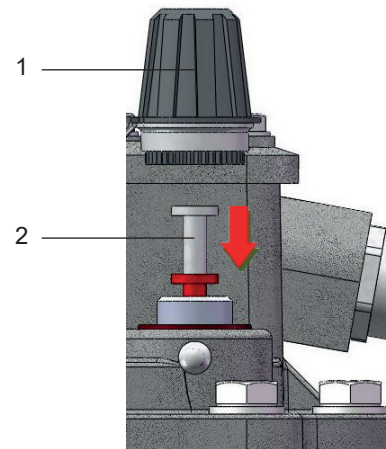

Abb. 8 - Prüftaste
- 拧下大闷盖螺母（图8中1）
- 测试按钮（图8中2）向下按至止挡处，并保持在这一位置